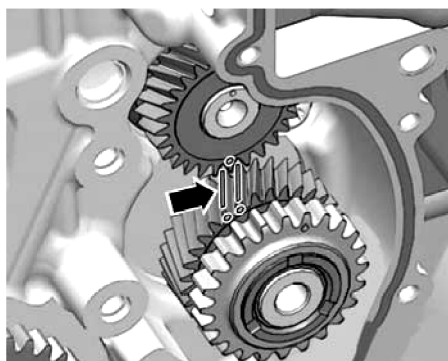

图 9-8 对齐平衡轴与中间链轮标记
10) 进气凸轮轴的平衡轴上的标记必须位于新中间链轮上的标记 (图 9-8 箭头) 之间。